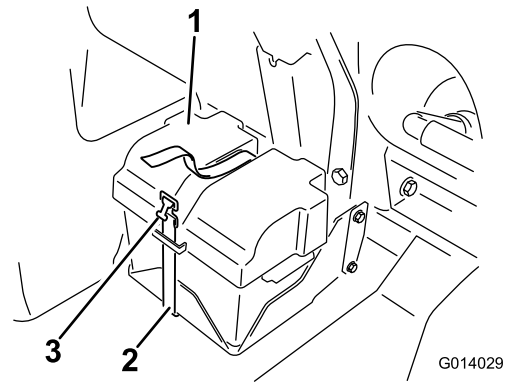
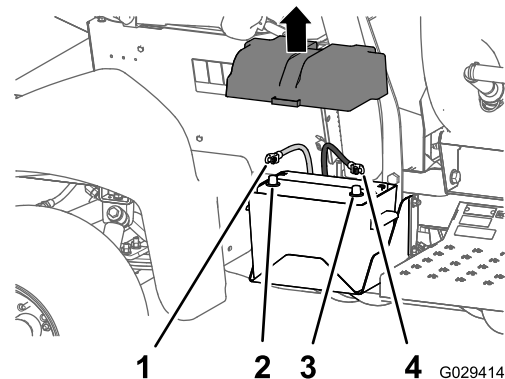

Figura 1
Figura 2
4. Retire a cobertura da bateria e desligue o cabo negativo (preto-terra) do pólo da bateria (Figura 1 e Figura 2).
5. Desligue o cabo positivo (vermelho) do borne da bateria (Figura 2).